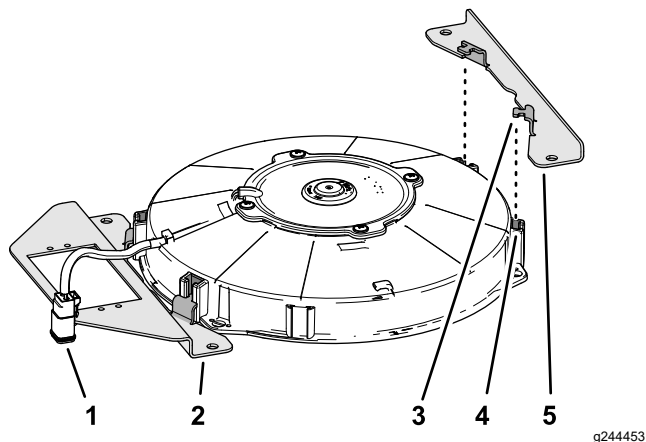

図 3
1. ファンハウジングについているスロットのうち、ファンハーネスソケットコネクタがついているに近い方のスロット 2 つを探し出す 図 3。
2. ファンハウジングのスロット 図 3ステップ1で探し出したものに、長い方のファン取り付けブラケットの 2 つのタブを差し込む。
3. 他の 2 つのスロットに短い方のファン取り付けブラケットの 2 つのタブを差し込む 図 3。